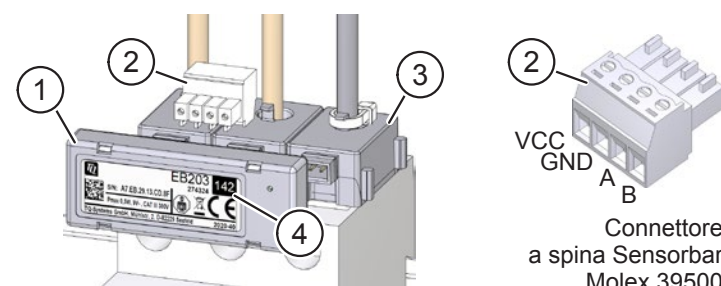

Fig. 5: Innesto della Sensorbar sui sensori di corrente
- Collegare i connettori a spina delle Sensorbar e dell'Energy Manager con il cavo standard 2466C. Fig. 4 / Fig. 5 mostra l'assegnazione dei fili.
- Innestare la Sensorbar (Pos. 1 in Fig. 5) sui sensori di corrente concatenati (Pos. 3 in Fig. 5) e sulla morsettieria innestabile Molex (Pos. 2 in Fig. 5).
- Tutti i sensori collegati fra loro devono avere indirizzi diversi (Pos. 4 in Fig. 5).